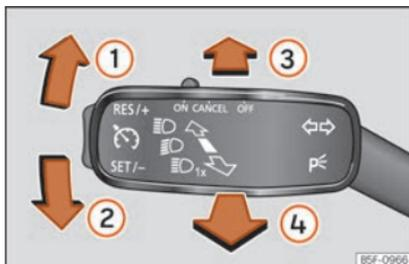

Fig. 131 Leva degli indicatori di direzione e degli abbaglianti.
- Spostare la leva ⇨⇩ **fig. 131** verso l'alto ① o verso il basso ②.
- Spingere la leva ⇨⇩ **fig. 131** in avanti nel senso della freccia ③.
- Gli abbaglianti si spengono quando la leva torna nella posizione originale nel senso indicato dalla freccia ④.
- Tirare la leva ⇨⇩ **fig. 131** verso il volante (punto di pressione) nel senso indicato dalla freccia ④.
- Azionare la leva degli indicatori di direzione »» fig. 131 »» pag. 129 verso l'alto o verso il basso - si accenderanno le luci di posizione del lato destro o sinistro del veicolo.